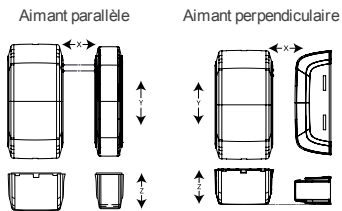

Figure 5 : Sens de couverture de la portée
- Pour que l'anti-masque fonctionne correctement, alignez l'aimant et le cache décoratif du capteur lors de l'étalonnage. Voir la Figure 5 pour une installation parallèle et perpendiculaire de l'aimant.